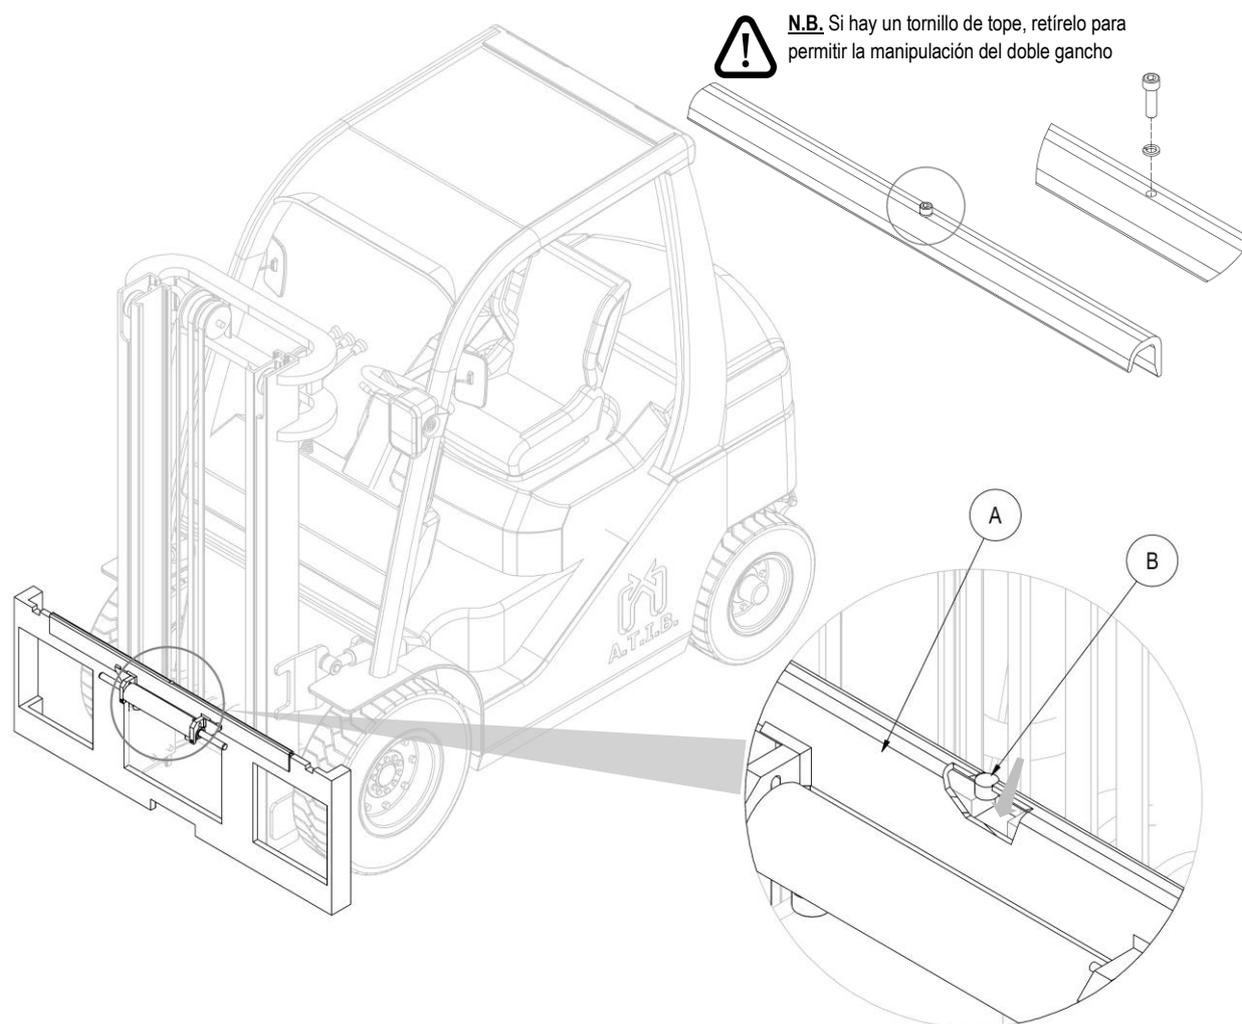

Figura 2
4. Tomar manualmente el doble gancho **A** (con el correspondiente cilindro) y posicionarlo sobre el perfil superior de la placa porta horquillas, cuidando de encajar el pivote de centrado **B** en la muesca central del mismo (mira *Figura 2*).